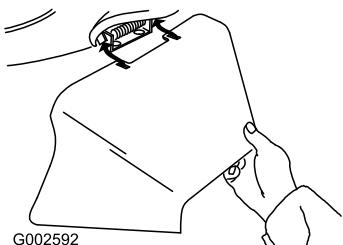

Figure 39
3. Montez l'éjecteur latéral et rabatbez le volet sur l'éjecteur (Figure 39).